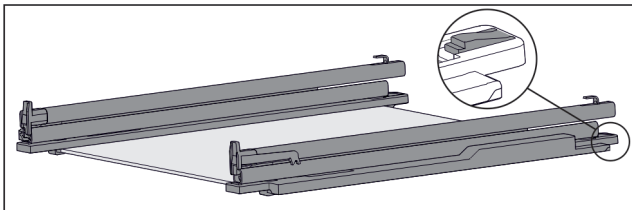

Fig. 95 Скляна пластина з рейками та деталями для підтримки
- ▶ Деталь для підтримки натиснути вниз (див. Fig. 95) і одночасно посунути рейку назад.